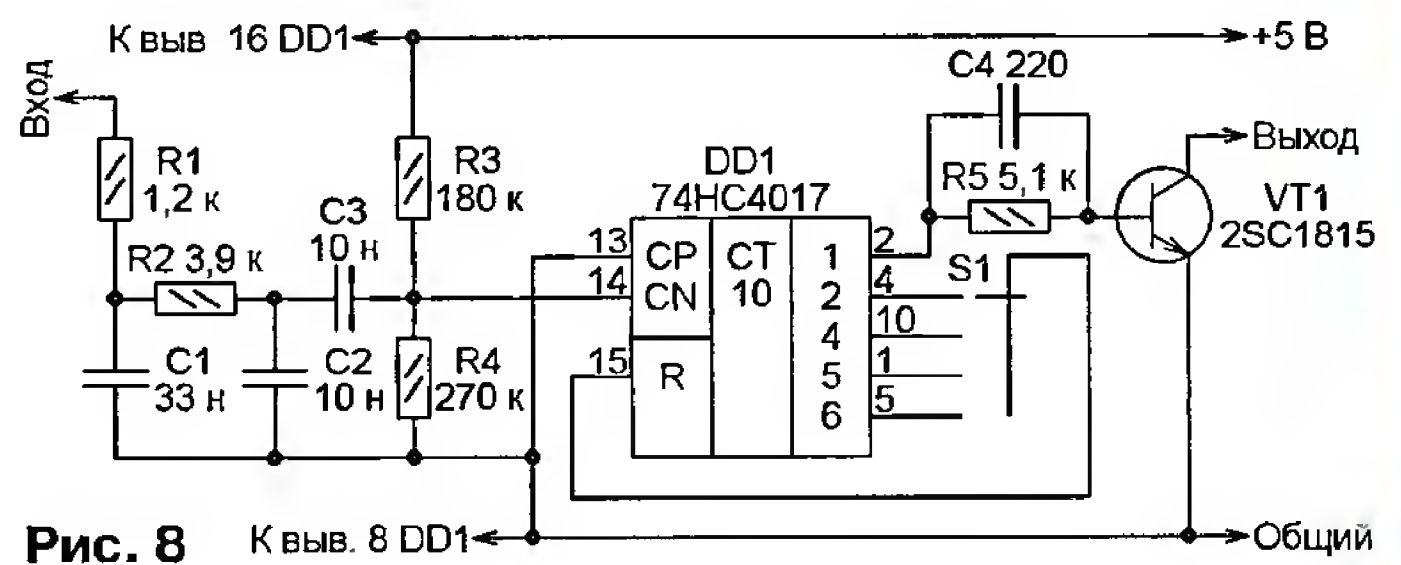

Рис. 8
**Делитель частоты кадровых синхроимпульсов** (рис. 8 <<http://mtlayk.web.fc2.com/souchi/kahen3.gif>>). Фильтр R1R2C1C2 выделяет из подаваемого на вход видеосигнала кадровые синхроимпульсы. Счётчик Джонсона с дешифратором на микросхеме DD1 охвачен обратной связью с выбранного переключателем S1 выхода на вход начальной установки R. В зависимости от положения этого переключателя импульсы на выходе узла следуют с частотой  $F_k/2$ ,  $F_k/4$ ,  $F_k/5$  или  $F_k/6$ , где  $F_k$  — частота кадровых синхроимпульсов. Длительность выходных импульсов во всех случаях равна периоду повторения кадровых синхроимпульсов  $1/F_k$ .